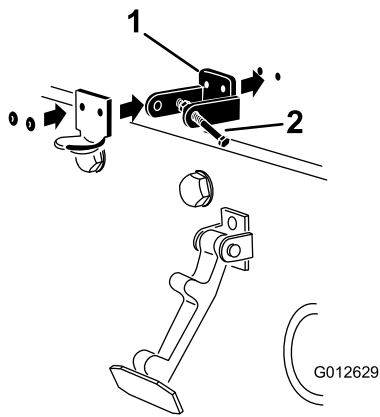

Figura 5
4. Mentre allineate i fori di montaggio, posizionate la staffa di bloccaggio CE e la staffa del fermo del cofano sul cofano (Figura 5).
6. Rivettate le staffe e le rondelle al cofano (Figura 5).